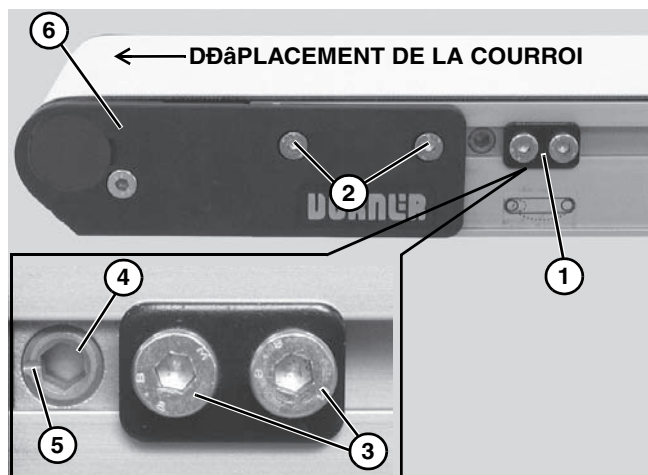

Figure 27
Les convoyeurs dont les courroies ne sont pas en V sont équipés d'assemblages de cames à centrage de courroie (**Figure 27, item 1**), pour le réglage du centrage de la courroie.
5. Assurez-vous que les vis de fixation de la plaque supérieure (**Figure 27, item 2**) des deux côtés du convoyeur soient bien serrées.
6. Des deux côtés du convoyeur, resserrez deux (2) vis de fixation des cames (**Figure 27, item 3**). Ajustez les cames (**Figure 27, item 4**) jusqu'à ce que les fentes d'indicateur (**Figure 27, item 5**) soient horizontales et qu'elles se trouvent face à l'extrémité du convoyeur. Puis faites glisser les assemblages de cames contre les plaques supérieures (**Figure 27, item 6**) et resserrez les vis de fixation des cames (**Figure 27, item 3**) à une valeur de 7 Nm.
7. Sur le côté vers lequel la courroie est centrée, desserrez les vis de fixation de la plaque supérieure (**Figure 27, item 2**).
8. Tandis que le convoyeur est en marche, employez une clé hexagonale de 5 mm pour faire pivoter la came de centrage (**Figure 27, item 4**) par petits incréments jusqu'à ce que la courroie se centre dans le convoyeur. Puis tout en maintenant la came en position, resserrez les vis de fixation de la plaque supérieure (**Figure 27, item 2**) à l'aide d'une clé hexagonale de 4 mm à une valeur de 7 Nm.